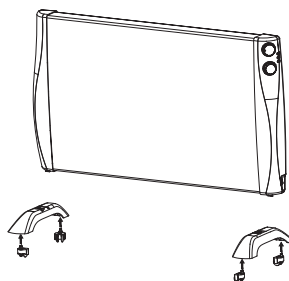

Figura 1
1. Fije las ruedas en los agujeros de los soportes. (Figura 1).